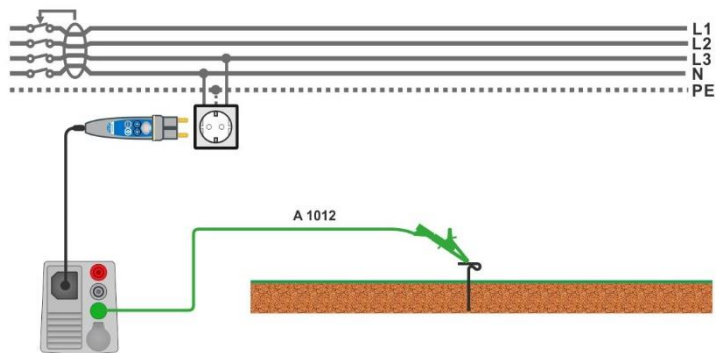

Abbildung 7.49: Anschluss für die Uc(P) Messung
- › Schließen Sie die Prüfleitung an den P/S - Anschluss und an den externen geerdeten Punkt an (optional), siehe **Abbildung 7.49**.